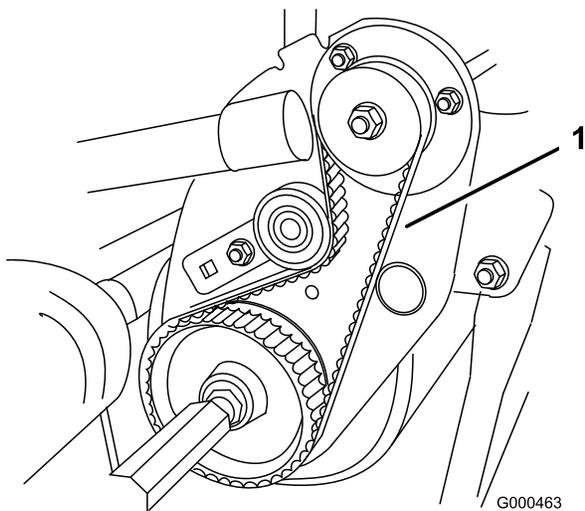

図 46
2. プーリ間の中央でベルト（図 46）を指で 4.0 ± 0.5 kg 程度の力で押して点検する。4.8~7.9 mm 程度のたわみが出るのが適正である。たわみの量が適正でない場合は以下の手順へ進む。